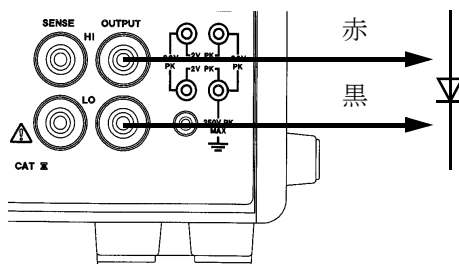

図 2-10 ダイオード測定の接続
8. 付属の入出力ケーブル A01044 にワニロクリップ A08532 を接続した後、図 2-10 のようにダイオードを接続します。